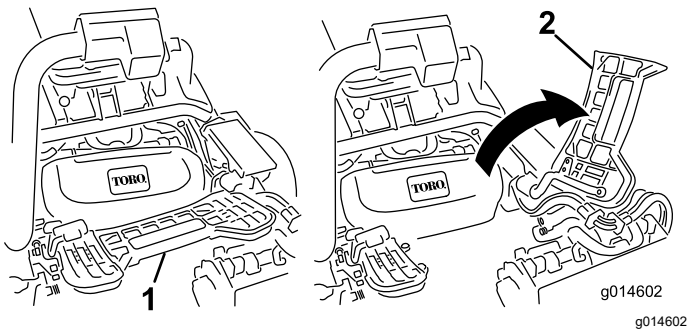

Figure 46
1. Relevez le repose-pieds pour accéder à la position de l'unité de coupe centrale (Figure 46).